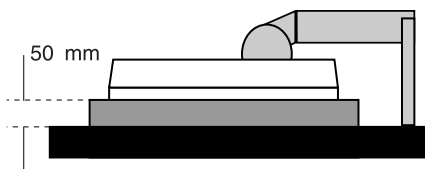

Figura S.1
2. Coloque el monitor hacia abajo sobre una superficie no abrasiva (sitúe la pantalla sobre una plataforma de 50 mm para que el soporte quede paralelo a la superficie.) (**Figura S.1**).